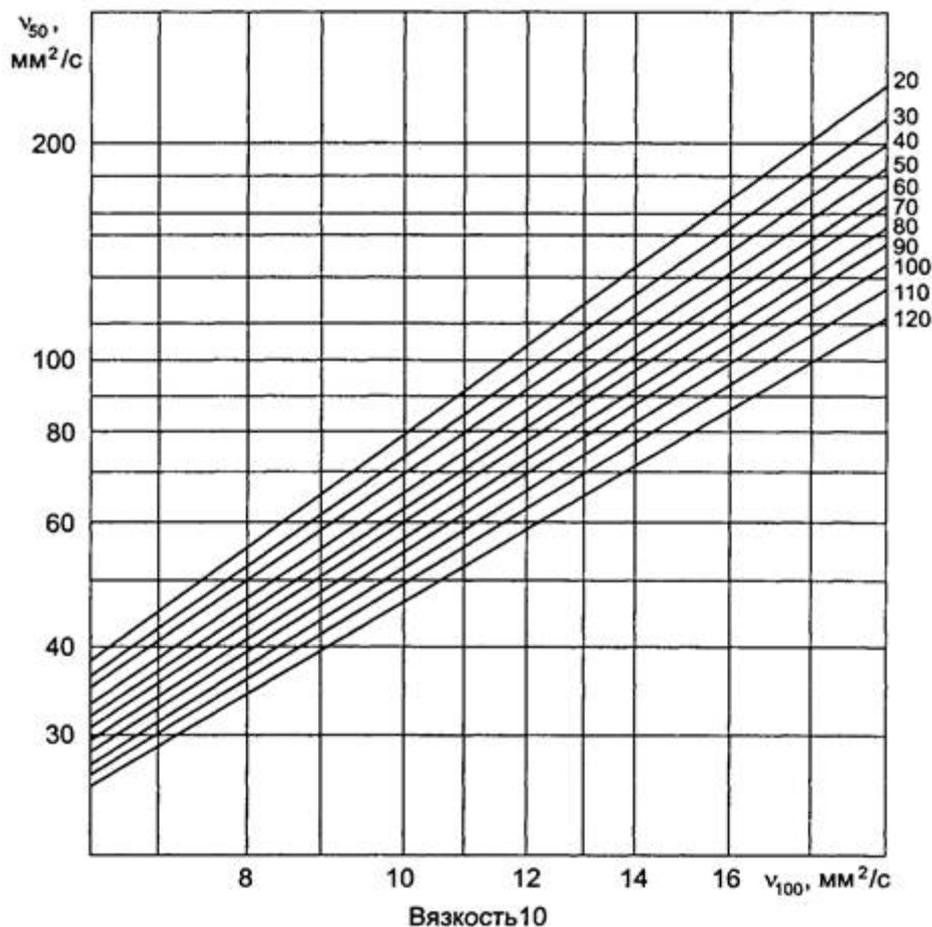

Рис. 3.2. Номограмма определения индекса вязкости масла
Более простой способ определения индекса вязкости масла (но менее точный) заключается в использовании номограммы (рис. 3.2) на основе значений кинематической вязкости масла при 100 °С и 50 °С. Для этого по вертикали и горизонтали проводят линии от точек соответствующих значениям вязкости масла при 100 °С и 50 °С и в месте их пересечений находят значение индекса вязкости.
1. По полученному значению кинематической вязкости при  $100$  °С на номограмме (рис. 3.2) провести вертикальную линию от горизонтальной оси.